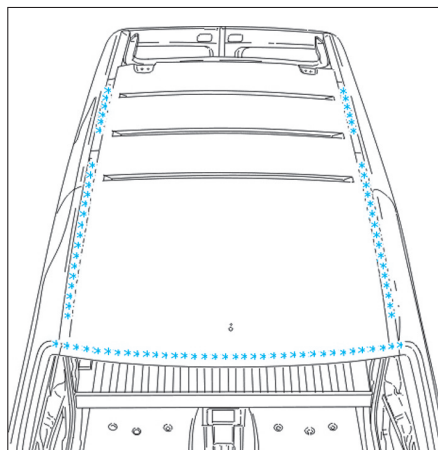

FIG. 91
- Découper par fraisage des points (Fig.91).